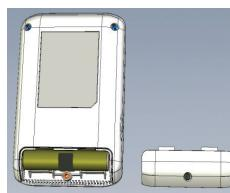
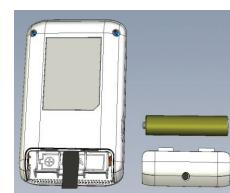

Fig. 1a
Fig. 1b
- 5.2.1. Para instalar/sustituir la batería, desatornille y retire la tapa del compartimento del batería de la parte posterior del dispositivo (Fig. 1a). Extraiga la batería gastada (si existe) ayudándose con la cinta de tela incorporada; inserte la batería nueva siguiendo las indicaciones sobre polaridad de las marcas del interior del compartimento (Fig. 1b), vuelva a colocar la tapa y apriete el tornillo.